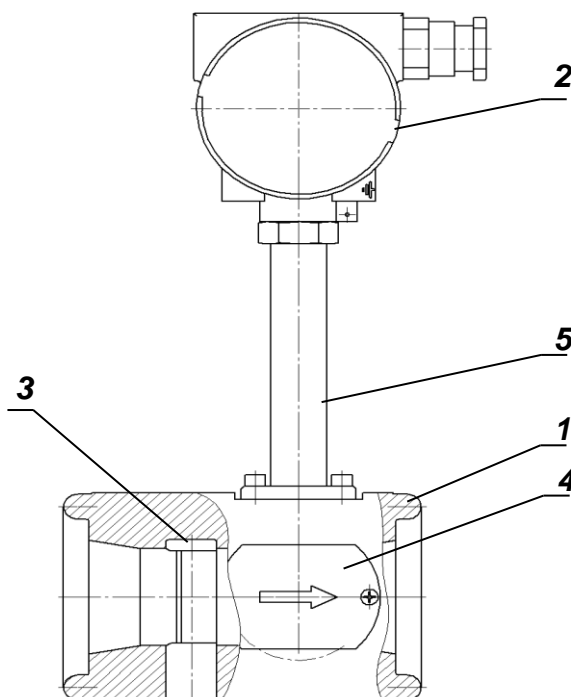

Рисунок 1.3 – Устройство преобразователя расхода
Полнопроходной преобразователь (**рисунок 1.3**) состоит из проточной части (1) и электронного блока (2). Проточная часть представляет собой полый цилиндр, в поперечном сечении которого установлено тело обтекания (3). За телом обтекания расположены чувствительные элементы (4) (сенсоры). Электронный блок (2) крепится на цилиндре проточной части с помощью трубчатой стойки с фланцем (5). Электронные платы размещены в электронном блоке.